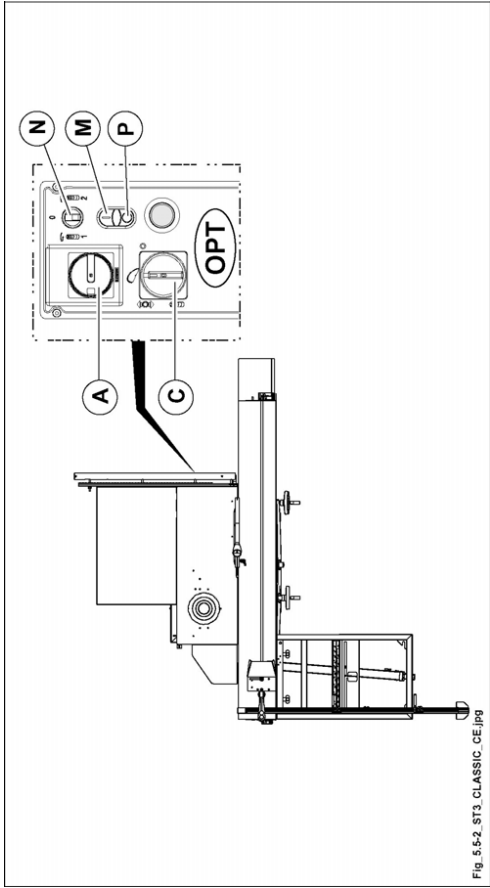

Abb. 5.5-2
Magnetothermischen Schalter (A Abb. 5.5-2) in Position I stellen.
- Den Wählschalter (N Abb. 5.5-2) nach rechts drehen  und in dieser Position halten. Die Taste (M Abb. 5.5-2) drücken; das Arbeitsaggregat läuft an. Nun den Wählschalter (N Abb. 5.5-2) loslassen; er kehrt in die zentrale Position zurück.
- Die Taste (P Abb. 5.5-2) drücken.
- Den Wählschalter des Schutzschalters (A Abb. 5.5-2) in Schaltstellung "0" stellen.
- Den Wählschalter (C Abb. 5.5-2) in Schaltstellung "0" stellen.
es ist verboten den Motor zu stoppen durch Drehen des Wählschalters (C Abb. 5.5-2) auf .
- Den Wählschalter (N Abb. 5.5-2) nach links drehen  und in dieser Position halten. Die Taste (M Abb. 5.5-2) drücken; das Arbeitsaggregat läuft an. Nun den Wählschalter (N Abb. 5.5-2) loslassen; er kehrt in die zentrale Position zurück.